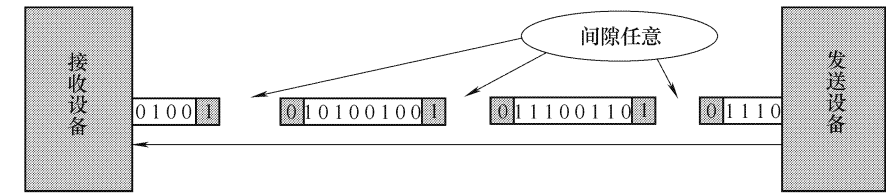

图 E.3 字节传输顺序和间隔
E.3.3 字节内传输先高位 (MSB) 后低位 (LSB), 帧内传输按先低地址后高地址的顺序传送 (见图 E.3)。每一字节间允许有一定时间间隔, 但时间间隔不大于声明的超时时间。